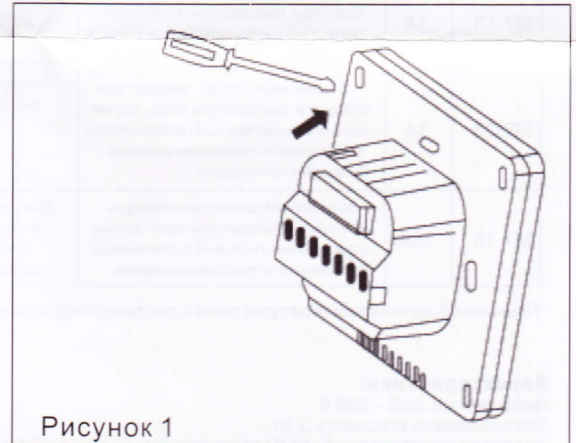

Рисунок 1
2. Отсоедините декоративную панель, вставив отвертку в монтажную щель сбоку (рис. 1).